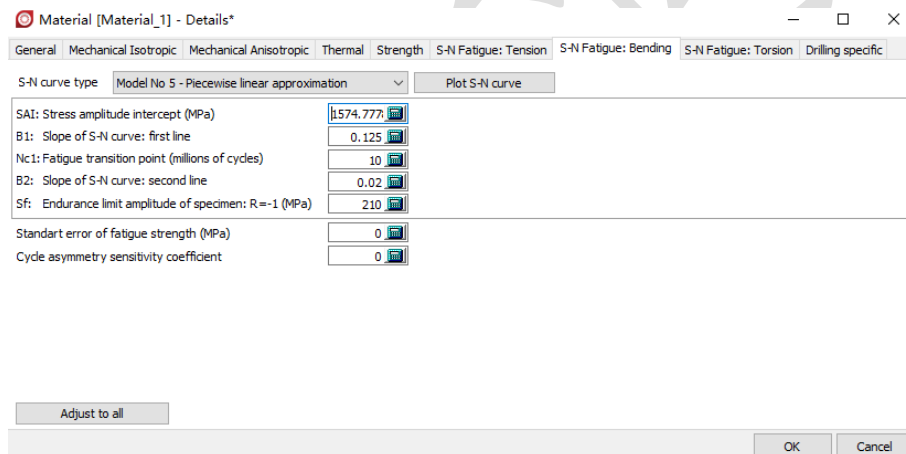

图 2.43
8. 设置S-N曲线参数如图 2.43所示($SAI=210 \times 10^7 \times 0.125 = 1574.7778 \text{ MPa}$)。